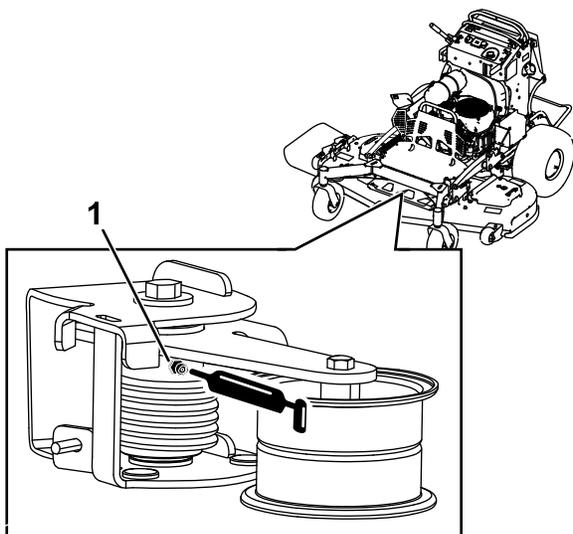

Рисунок 39
2. Заправьте высокотемпературной консистентной смазкой масленку торсионного натяжного ролика на деке газонокосилки, как показано на Рисунок 39.